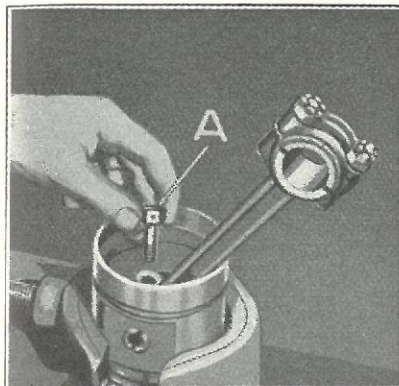
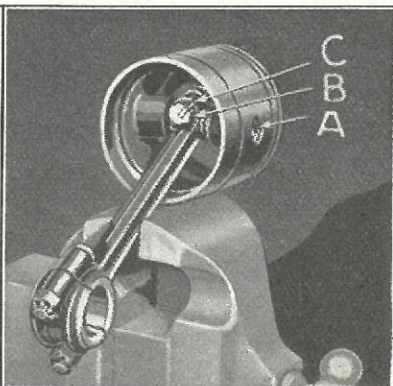

Fig. 246
Fig. 247
- 418** Efter at baade Stempelpind og Bøsninger er indsmurte, anbring da Plejlstangen i Stemplet, og indfør Stempelpinden gennem Stempel og Plejlstang. Drej Sporet i Pinden i Flugt med Bolthullet i Plejlstangen (Fig. 246-A) og spænd Bolten fast med en Specialnøgle. Paase at Stempelpinden ikke rager udenfor Stemplet paa nogen af Siderne (Fig. 247-A). Hvis den gør det, udtages Plejlstang og Stempelpind, og Stempelpindbøsningen presses en lille Smule ind. Hvis den ikke rager uden for, spændes Skrueerne »B«, og Stempelpinden sikres med Splitten »C«.